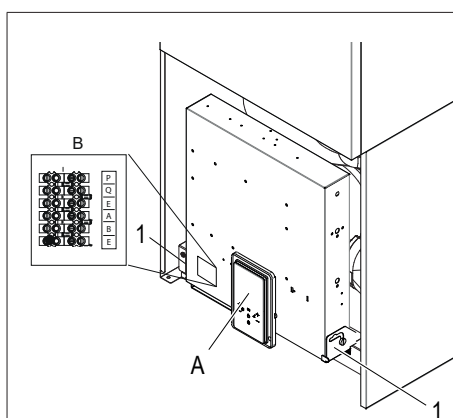
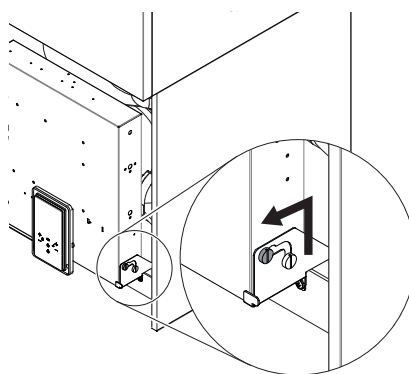
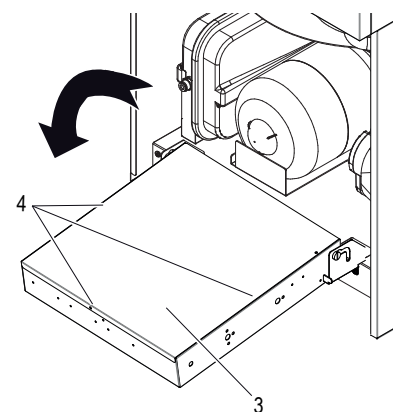

fig. 17 - vista senza pannello frontale
fig. 18 - come sbloccare la scatola elettrica
fig. 19 - come ruotare la scatola elettrica
Per accedere ai morsetti dell'unità interna svitare le due viti (part. 1 - fig. 17) sotto la scatola elettrica, quindi afferrare la scatola elettrica e sbloccarla (fig. 18), quindi ruotare in avanti (fig. 19). Rimuovere la lamiera posteriore (part. 3 - fig. 19) fissata con 3 viti (part. 4 - fig. 19).
- A** Pannello display e tastiera (fig. 17)
La morsettiera (part. B fig. 17) si trova sul lato sinistro della scatola elettrica. La morsettiera è di tipo mammut maschio-femmina. Sul lato della morsettiera è presente un'etichetta identificativa degli 6 morsetti disponibili ("Tabella. 6 - Tabella morsettiera").